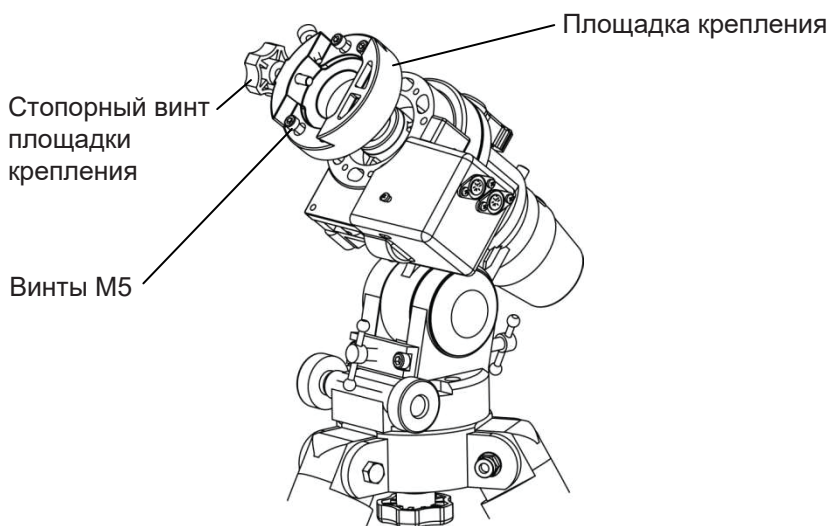

Рис. 10
3.2 Установите площадку крепления в таком же положении, как показано на рис. 10. Закрепите площадку при помощи четырех винтов M5 с внутренними шестигранниками.